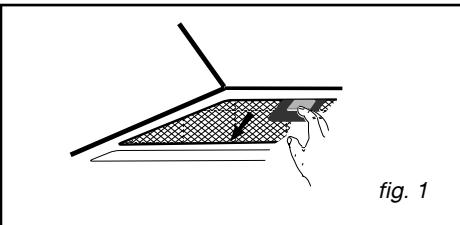

fig. 1
- Presione la empuñadura integrada del filtro modular (fig.1).